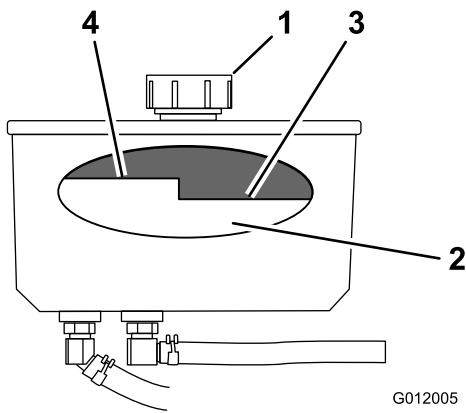

Figura 68
3. Limpie alrededor del cuello de llenado y el tapón del depósito de aceite hidráulico (Figura 68).
4. Retire el tapón del cuello de llenado (Figura 68).
Nota: El nivel de aceite debe estar por debajo del nivel caliente del tabique cuando el aceite está caliente (Figura 68).